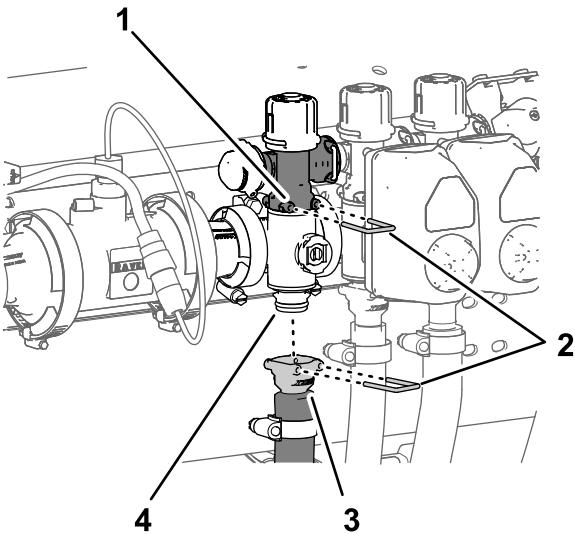

Figura 120
- Retire la grapa que sujetta el acoplamiento rápido de la válvula de desvío de sección al distribuidor de sección (Figura 120).
- Retire la grapa que sujetta el acoplamiento rápido de la manguera de alimentación al distribuidor del acoplamiento rápido del distribuidor de sección (Figura 120).